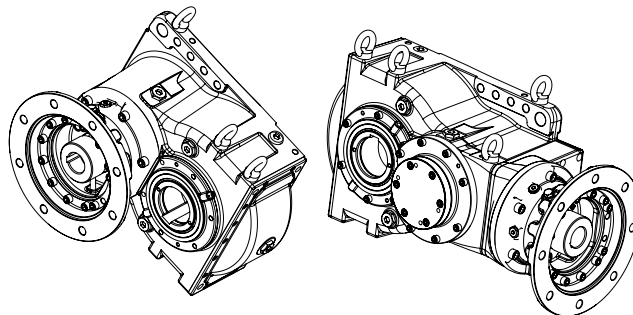

Figura 3: Posizioni raccomandate per i golfari.
**Sollevare il riduttore utilizzando golfari di dimensioni adeguate, fissandoli nei punti idonei a tale scopo (vedi Figura 3). L'utilizzo di mezzi inadeguati e il fissaggio a punti non predisposti può causare seri danni a persone o cose e danneggiare il riduttore. Tenersi comunque ad una distanza di sicurezza dai carichi sospesi.**